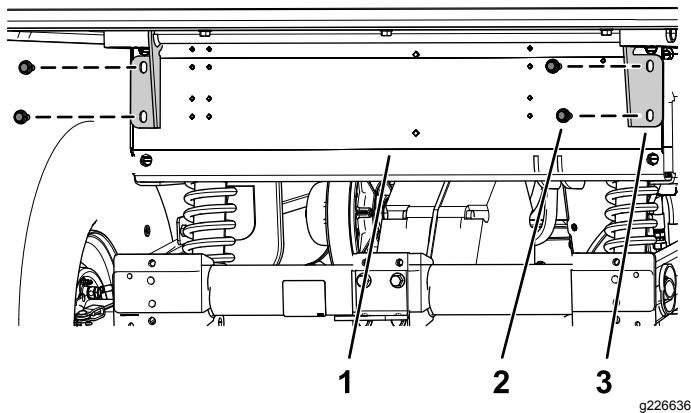

図 15
6. ヒンジブラケットの穴と車体の後フレームチャンネルにある荷台取り付け穴とが整列するように、荷台を車体上に注意深く降ろす 図 15。
7. 図 15 のように、ヒンジブラケットを後フレームチャンネルに固定する先ほど外したフランジヘッドボルト $\frac{3}{8}$ x 1 インチ 4 本を使用する。
4. 図 15 のように、ヒンジブラケットを後フレームチャネルに固定する先ほど外したフランジヘッドボルト $\frac{3}{8}$ x 1 インチ4本を使用する。